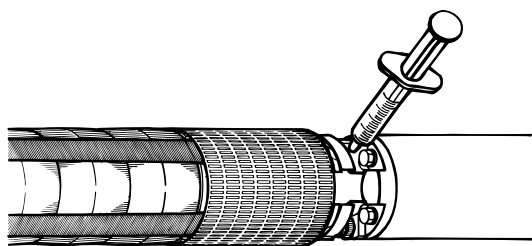

Fig. 7 Posizione della valvola di riempimento
1. Usando un cacciavite, estrarre il filtro posto davanti alla valvola nella parte superiore del motore. Se il filtro presenta una fessura, svitarlo. La fig. 7 mostra la posizione della valvola di riempimento.
2. Premere la siringa di riempimento contro la valvola e iniettare il liquido. Vedi fig. 7. Se il cono della valvola è stato premuto troppo, può danneggiarsi e causare perdite della valvola.